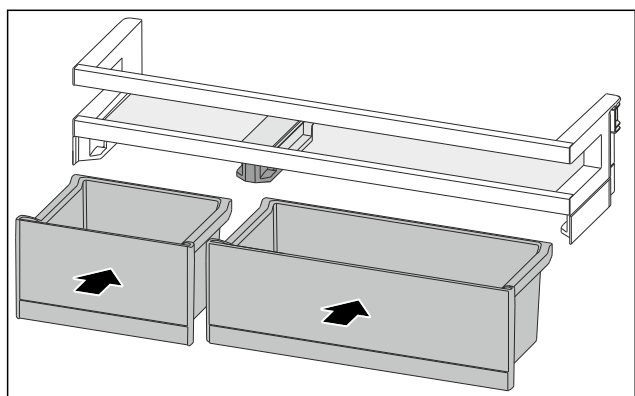

Fig. 189
- VarioBoxy vložte v opačném pořadí. (viz Fig. 189)